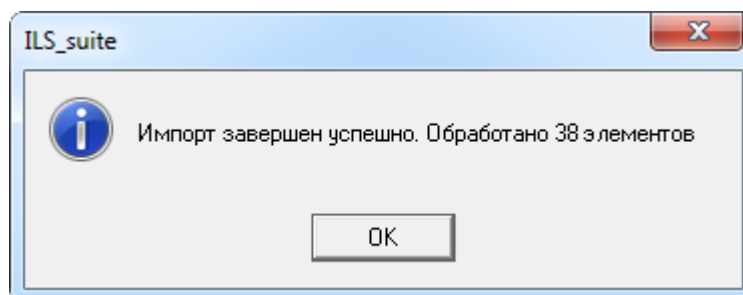

Рис. 13-463 – Информационное сообщение о завершении импорта
- В случае если соответствие между колонками в обменном файле и полями БД не удалось установить автоматически, задайте его вручную. Для этого раскрыть список полей БД, нажав кнопку в правой части ячейки в строке «Поле БД», и выбрать нужное значение (рис. 13-463).